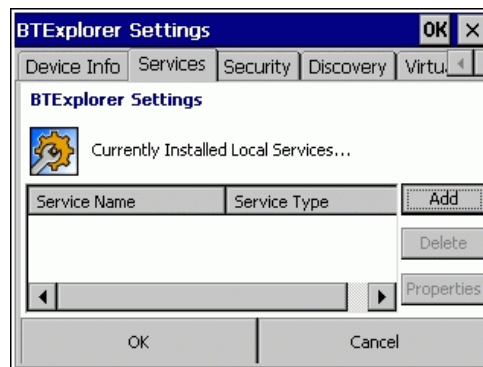

図2-116 [BTExplorer Settings] 画面
2. [BTExplorer Settings] 画面 (図2-116) で [Add] を選択し、リストからサービスを選択します。